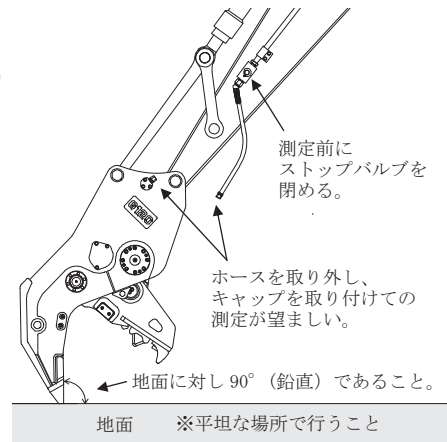

図 7-6-1 開閉シリンダーの伸縮量測定
(1) 1本シリンダータイプの開閉シリンダー伸縮量測定方法
- ①エンジンを始動させ、アタッチメントのフレームの先端ティースが鉛直（図 7-6-1 参照）になるようアタッチメントの姿勢を調整する。
- ②アタッチメントのアームを最大開口まで開く。
- ③エンジンを停止させ、ストップバルブを閉める。（このとき、油圧ショベルアームに接続されたホースを取り外し、キャップを取り付けておくことが望ましい。）
- ④この状態で 5 分間放置してから、開閉シリンダーの伸縮量を測定する。